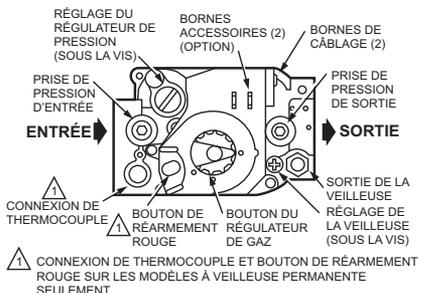

Fig. 1. Vue de haut des régulateurs à gaz combinés VR82xx, VR83xx, A, H, K et M.
1. Retirer la vis de réglage de la veilleuse. Voir la Fig. 1.